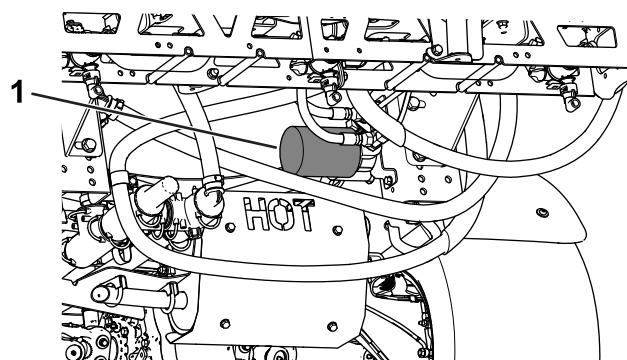

Figure 55
4. Retirez le filtre (Figure 55).